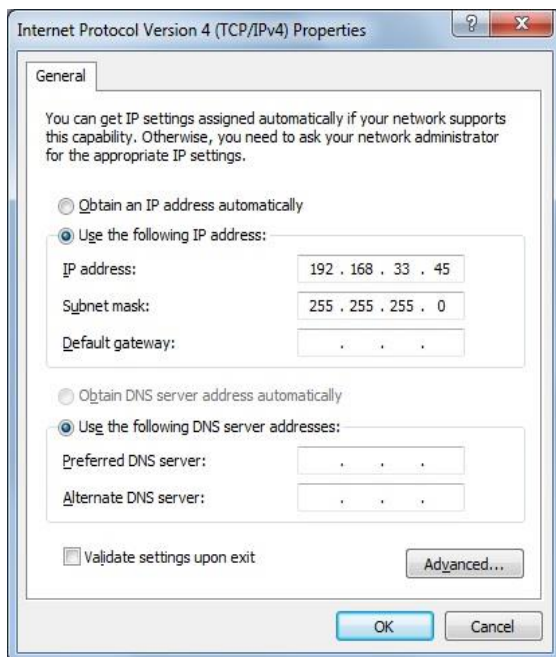

Abb. 34 – Windows: Adresse TCP/IP Verbindung Netzwerkkarte
4. Die IP Adresse und die hierunter angegebene Subnetz-Maske in die Konfigurationsmaske von Abb. 34 eingeben, dann bestätigen und die Dialogfenster schließen.